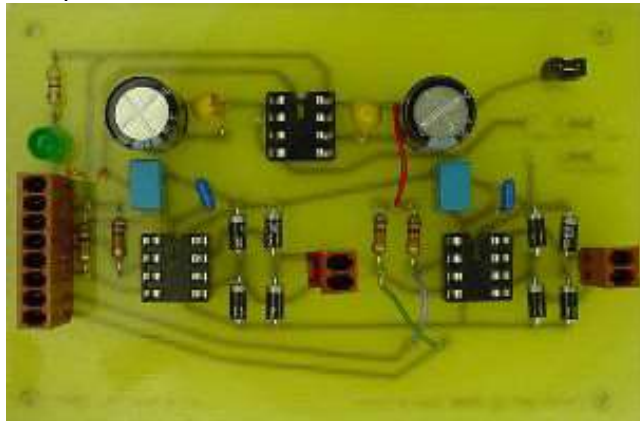

IMAGEN 9: MATERIA IMPRESA A UNA CARA.
- **Tablero impreso a una cara:** Es adecuado para circuitos sencillos de baja frecuencia, como se ve en la imagen 9. El circuito se puede producir con muchos puentes. Dichos circuitos tienen una peor resistencia a las perturbaciones electromagnéticas. El diseño de circuitos complejos en una PCB de una capa requiere mucho más esfuerzo e innovación. Por lo general, se usan para dispositivos piloto y pruebas tempranas de componentes.